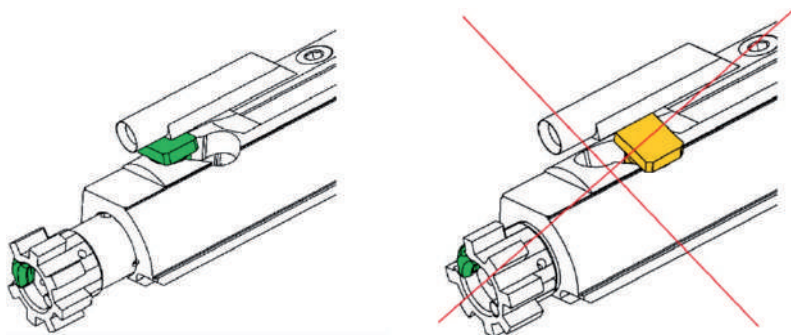

Рис. 95. Положення деталей затворної рами під час збирання з рамою верхньою
3. Приєднати затворну раму із затвором у зборі до верхньої рами ствольної коробки, для цього взяти верхню раму ствольної коробки в одну руку, а другою рукою вставити в пази рами важіль перезарядження, просунувши його вперед на половину ходу. Далі ввести затворну раму із затвором у зборі в раму верхньої ствольної коробки так, щоб газоприймач затворної рами увійшов до повздовжнього пазу руків'я перезарядження. Дослати затворну раму із затвором у зборі в крайнє переднє положення, поки затвор не закриється, а руків'я перезарядження не зачепиться гачком фіксатора за спеціальний паз. Під час встановлення затворної рами затвор має бути у крайньому передньому положенні, інакше палець затвора заважатиме збиранню (рис. 95).